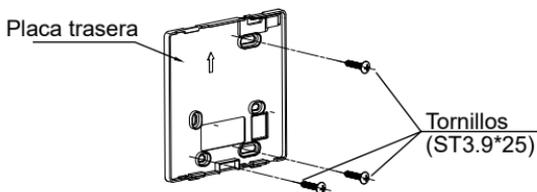

Fig. 3-3
- Para un montaje en superficie, fijar la placa trasera a la pared con 3 tornillos (ST3.9 x 25) y los tapones. (Fig. 3-3)